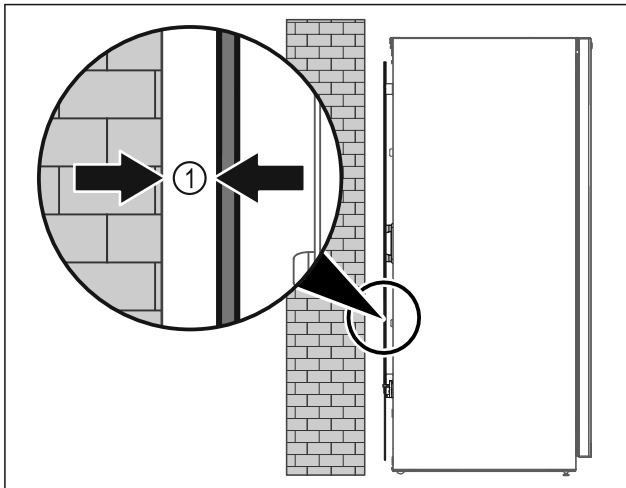

Fig. 8
- ▶ Instalați aparatul fie liber în încăperea sau direct la un perete cu o distanță minimă de 5 mm Fig. 8 (1).